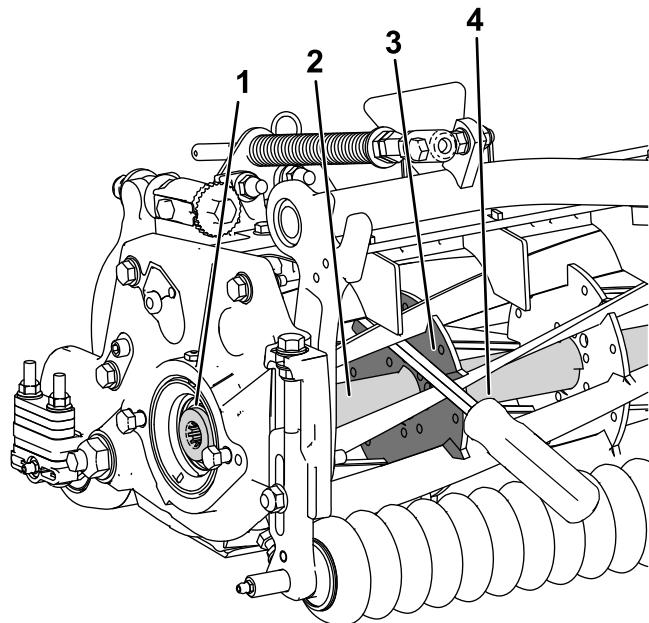

Рисунок 43
1. Вставьте монтировку с длинной ручкой (рекомендуется использовать монтировку размером 0,95 x 30 см [$\frac{3}{8}$ x 12 дюймов] с рукояткой как у отвертки) через переднюю часть режущего барабана, максимально близко к боковой части режущего блока, к которому вы будете прилагать крутящий момент (Рисунок 43).
2. Установите монтировку так, чтобы она была прижата к сварной стороне внутреннего усиливающего компонента барабанного режущего блока (Рисунок 43).